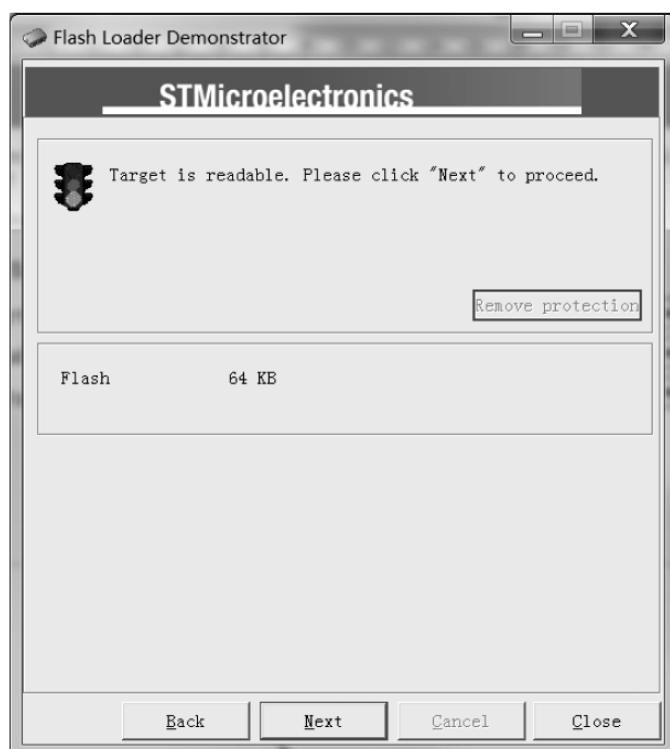

图 5.30 目标可读
(4) 如图 5.30 所示,显示目标已可读,Flash 为 64KB,正好与所用的 MCU Flash 大小吻合。然后单击 Next 按钮进入下一步。